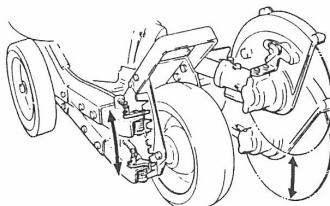

Fig. 19
- b. Die Schneidtiefe wird durch den Einstellhebel am linken Handgriff geregelt. Wenn man die Stellung des Schutzbrettes verändert, kann man neun verschiedene Schneidstellungen erhalten (Abbildung 19).